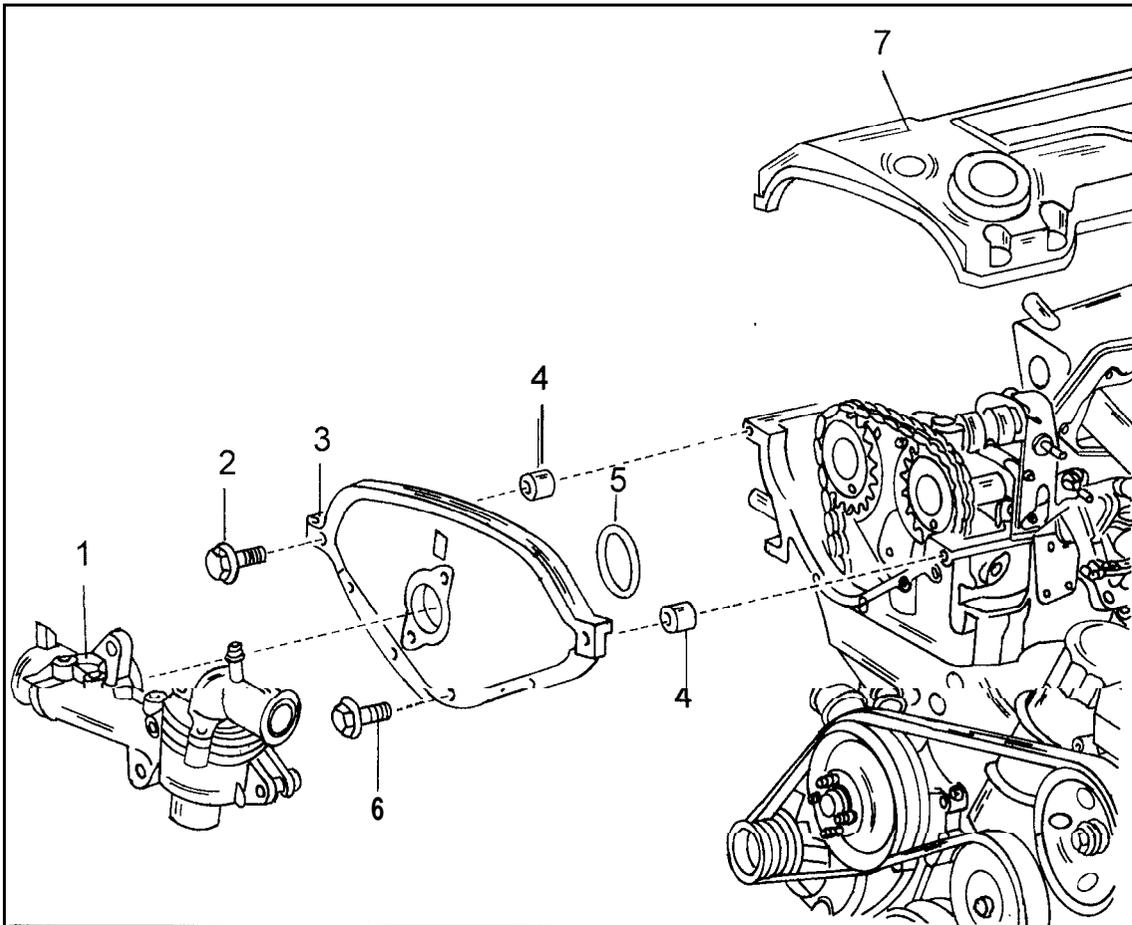

Bild 34
Bild 34 zeigt Einzelheiten zum Aus- und Einbau des Deckels. Zum Ausbau des oberen Steuergehäusedeckels müssen die Zylinderkopphaube und das Thermostatgehäuse ausgebaut sein. Der Deckel deckt das Kettengehäuse an der Oberseite ab und wird mit Dichtungsmasse (Omnifit FD1 0) montiert. Bild 35 zeigt den Deckel von der Aussenseite.
Der obere Steuerdeckel von vorn gesehen. Die Zahlen entsprechen den Angaben in Bild 34. Der Kühlmittelschlauch ist mit (8) bezeichnet.